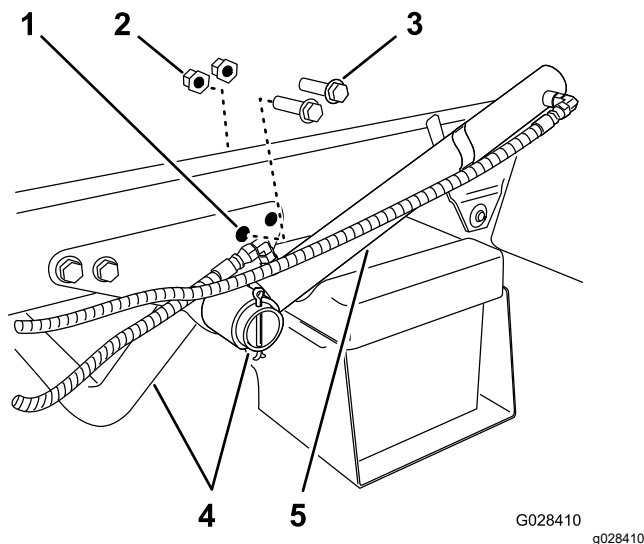

Figure 6
1. Retirez les 2 boulons à embase arrière et les 2 écrous à embase qui fixent le support du tube du moteur au cadre de la machine (Figure 6).
2. Faites tourner le vérin de levage pour obtenir l'espace nécessaire au montage du support de maintien du patin de la cuve (Figure 6).